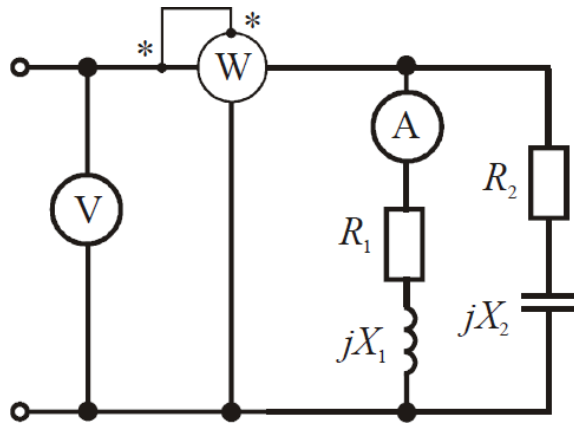

Рис. 2
**Задача 3.** В цепи (рис. 2) активные и реактивные сопротивления ветвей соответственно равны  $R_1$ ,  $X_1$  и  $R_2$ ,  $X_2$ . Ток, измеренный амперметром,  $I_1$ . Определить: а) показания вольтметра и ваттметра; б) коэффициент мощности на зажимах цепи. Расчет выполнить методом комплексных чисел. Построить векторную диаграмму.